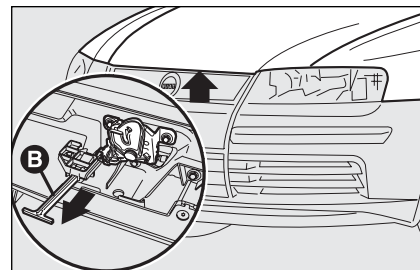

fig. 119
- ☐ tire de la palanca **B-fig. 119** y levante el capó.